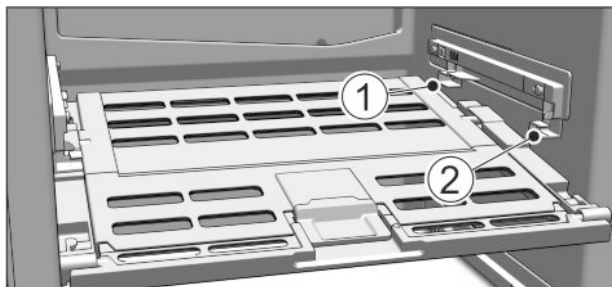

Fig. 48
- ▶ Umetanje poklopca ladice za voće i povrće: Uvedite zupce poklopca odozdo u stražnji držač Fig. 48 (1), a sprijeda umetnite u držač Fig. 48 (2) da uskoči.